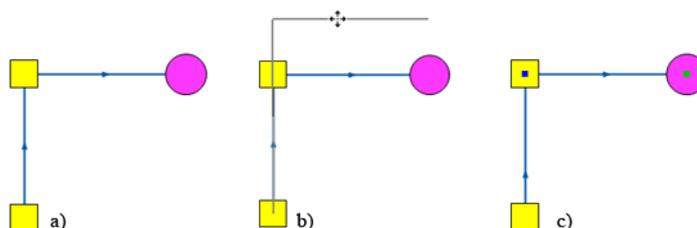

Рисунок 6.7. Перемещение отрезка
2. Для переноса отрезка вместе со связанными с ним объектами подвести курсор к отрезку и нажать левую клавишу мыши, не отпуская клавишу переместить отрезок на нужное место (см. Рисунок 6.7, «Перемещение отрезка»b);
3. Отпустить клавишу мыши для окончания перемещения отрезка (см. Рисунок 6.7, «Перемещение отрезка»c).